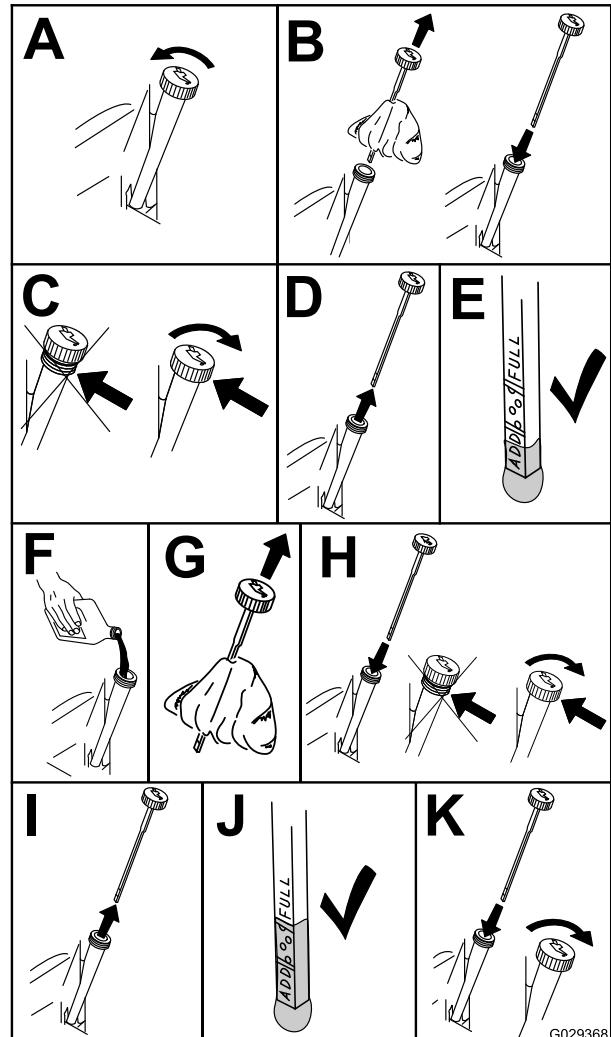

Figura 43
3. Para que no entre suciedad, recortes de hierba, etc., en el motor, limpíe la zona alrededor del tapón de llenado/varilla de aceite antes de retirar éste (Figura 43).